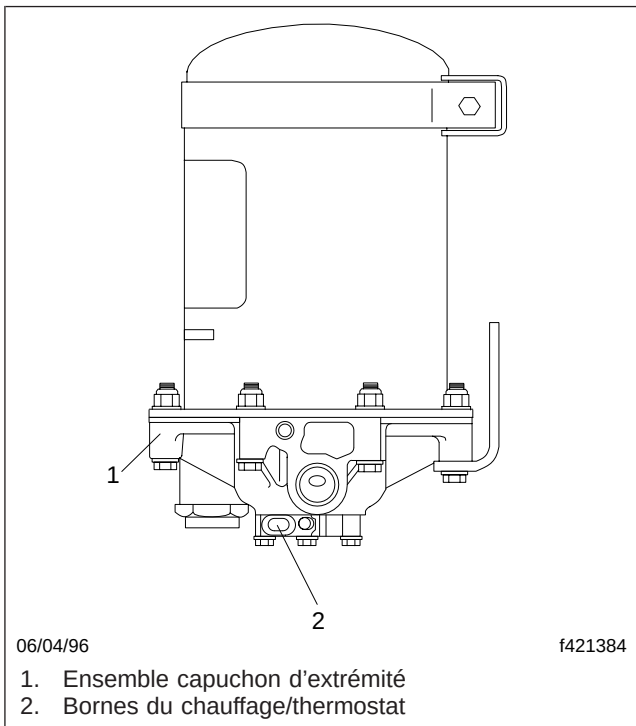

Fig. 4, Emplacement des bornes du capuchon d'extrémité
4. Placez le commutateur d'allumage en position de marche (ON), mais ne démarrez pas le moteur.
8. Utilisez un ohmmètre pour vérifier la résistance entre les bornes sur le capuchon d'extrémité. Voir la **figure 4**. Le capuchon d'extrémité contient le chauffage/thermostat. Si la température du chauffage/thermostat se situe entre 5 et 32 °C (40 et 90 °F), la résistance mesurée du chauffage/thermostat sera ohms infinis. Si la résistance mesurée est inférieure à l'infini, remplacez le chauffage/thermostat.